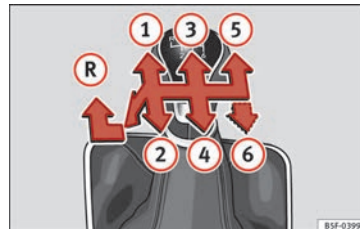

Fig. 54 Schéma d'une boîte mécanique 5 vitesses ou 6 vitesses.
Les positions des vitesses sont représentées sur le levier de vitesses » **fig. 54**.
- Au point mort, appuyez sur le levier de vitesses, déplacez-le complètement vers la gauche puis vers l'avant pour passer la marche arrière » **fig. 54 (R)**.